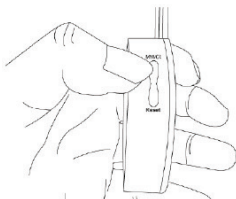

Рис. 2.3
- Нажмите кнопку «ММ/Ст» («мм/карат») (Рис. 2.3) для преобразования размеров в мм в вес в каратах и наоборот.
- Медленно задвиньте ползунок (Рис. 2.5), на экране дисплея сразу появится показание. Нажмите кнопку «ММ/Ст» («мм/карат») (Рис. 2.3) для преобразования размеров в мм в вес в каратах и наоборот.